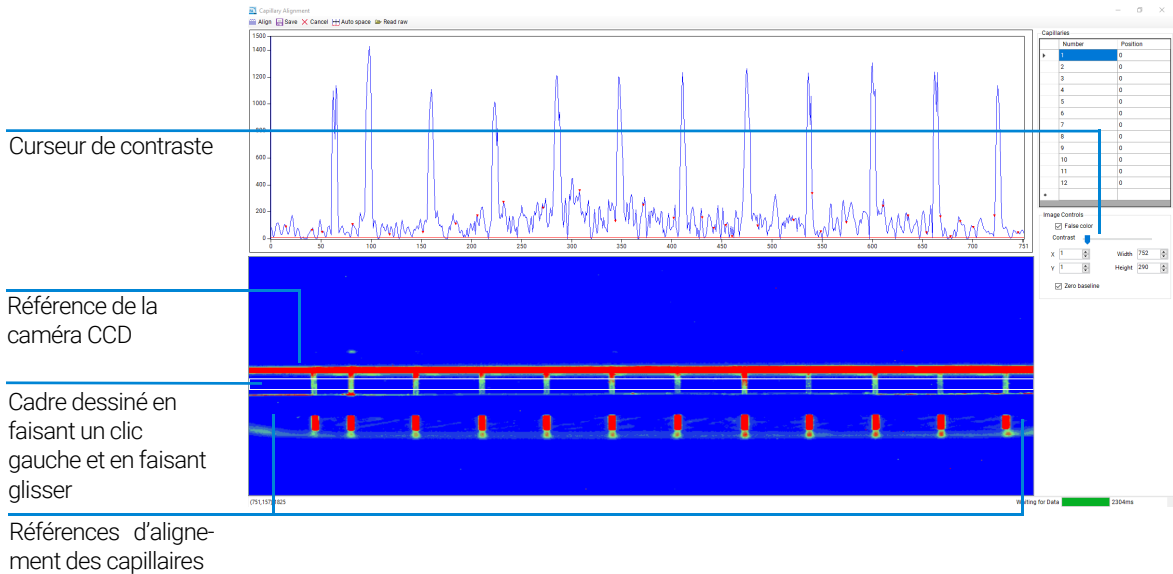

Figure 26 Affichage de l'alignement des capillaires – réinitialisation de la fenêtre
- 3 Ajustez le curseur de la barre de contraste vers la gauche pour augmenter la clarté de l'affichage (**figure 26**).
- 4 Dessinez un cadre autour de la zone d'affichage du capillary array. Faites un clic gauche et faites glisser la zone appropriée (**figure 26**).
- Cliquez sur la ligne de base rouge illustrée à la **figure 26** et faites-la glisser jusqu'à ce qu'un triangle rouge soit observé sur chaque pic de capillaire. Ce triangle détermine où seront attribuées les lignes bleues verticales dans l'étape suivante. Il est important de s'assurer que cette ligne rouge est au-dessus de la ligne de base.